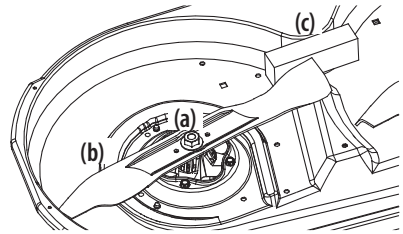

Figura 50
2. Use una llave de 15/16" para sostener la tuerca hexagonal en la parte superior del conjunto del husillo cuando afloje la tuerca hexagonal (a) que fija la cuchilla (b). Se puede colocar un bloque de madera (c) entre el alojamiento de la plataforma y el borde de corte de la cuchilla (b) para ayudar a aflojar la tuerca hexagonal (a) que fija la cuchilla. Consulte la Figura 50.